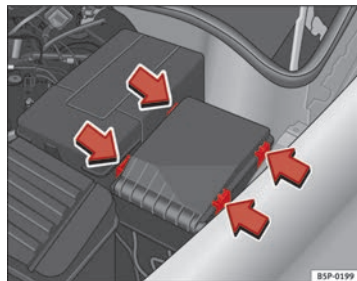

Fig. 180 Cache du boîtier de fusibles dans le compartiment-moteur
- Retirez le cache de fusibles du compartiment-moteur en faisant pression sur les languettes vers le centre du cache ⇒ fig. 180.